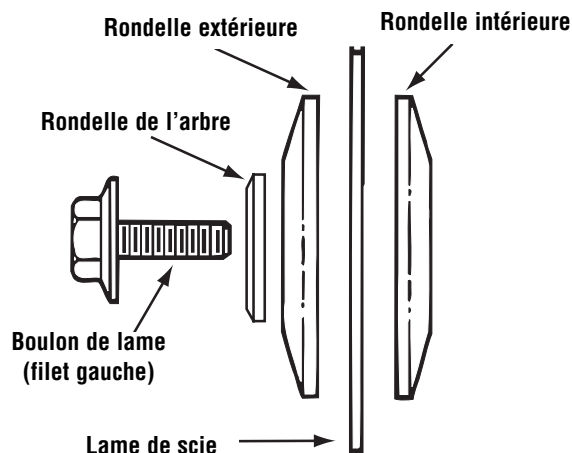

Figure 2. Ferrures de lame
6. Retirez le boulon de lame, la rondelle de l'arbre, la rondelle extérieure et la lame. Il n'est pas nécessaire de retirer la rondelle intérieure (Figure 2).